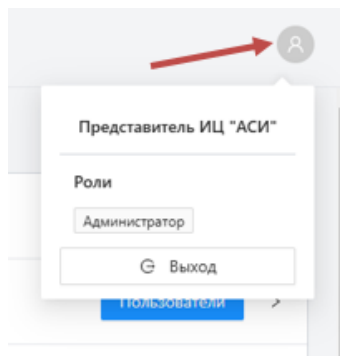

Рисунок 3 – Информация о пользователе
- 2. Информация о пользователе.** При наведении на иконку показывает имя пользователя, его роли, а также позволяет произвести выход из учетной записи (Рисунок 3).